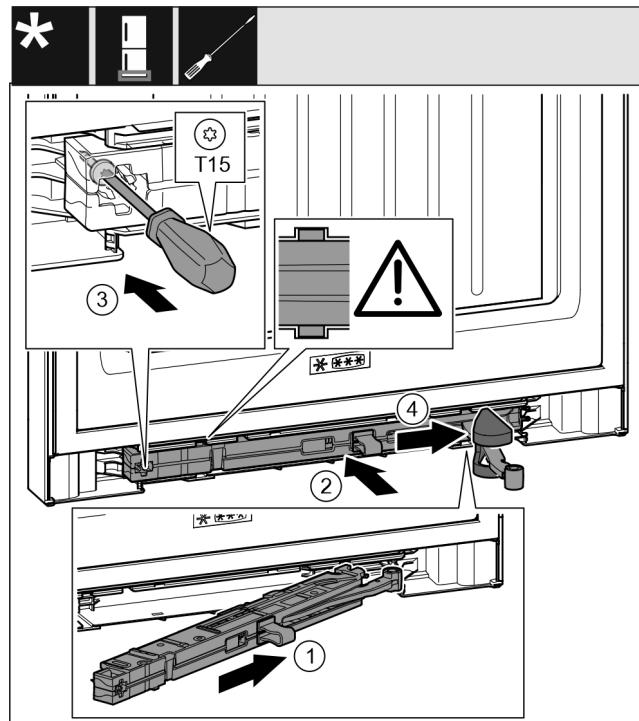

Fig. 48
- ▶ 将托架侧面的关门阻尼单元 Fig. 48 (1)倾斜插入凹槽直至止挡装置。
- ▶ 将关门阻尼单元 Fig. 48 (2)完全地推入凹槽。
- ▶ 用螺丝刀拧紧螺钉 Fig. 48 (3)。
- ▶ 将盖板 Fig. 48 (4)推到铰链上方。